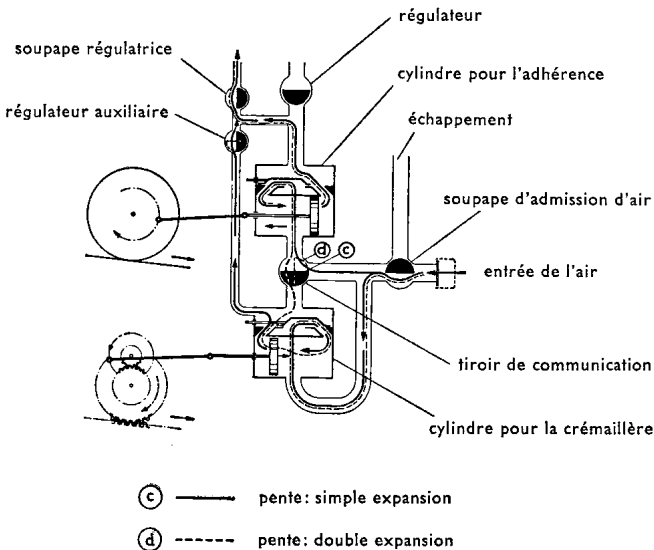

Fig. 54
c) Sur une pente à crémaillère avec charge remorquée de 25 tonnes au maximum, procéder comme il suit (fig. 54):